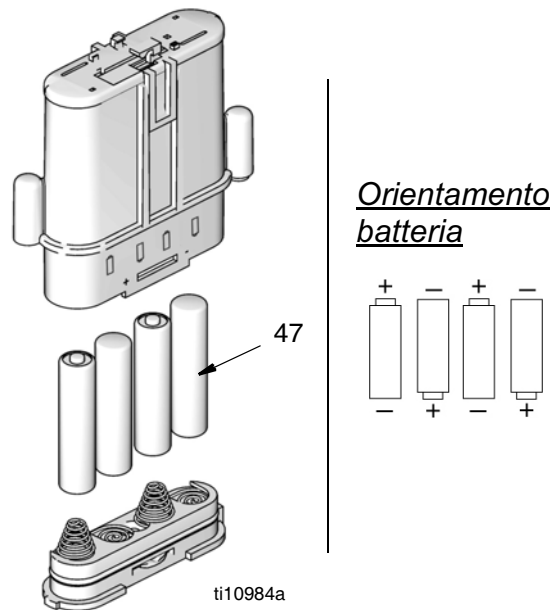

FIG. 37
<ul style="list-style-type: none"> Utilizzare solo batterie con le dimensioni e il tipo indicato in questo manuale. <p>Batterie richieste per soddisfare la durata prevista per il dispositivo:</p> <ul style="list-style-type: none"> Energizer E91 <ul style="list-style-type: none"> Assicurarsi di rispettare la corretta polarità quando si installano le batterie nel relativo vano (FIG. 37). L'inversione della polarità delle batterie può danneggiare il misuratore. Non mischiare diversi tipi di batterie o batterie vecchie con quelle nuove. Sostituire sempre tutte e 4 le batterie con 4 batterie nuove.
3. Installare le nuove batterie. Per l'orientamento delle batterie, vedere FIG. 37.